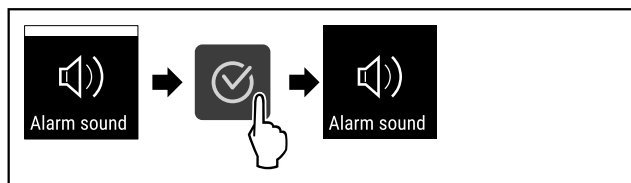

Fig. 80
- ▶ Suivre les étapes (voir Fig. 80) .